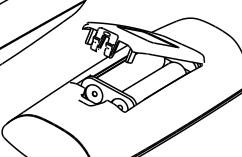

fig. 2
**2.0 Alimentazione** - I telecomandi SKIPPER 7 e SKIPPER 7 LUX (fig. 1) funzionano con due pile alcaline da 1,5 V formato LR03 (AAA) (fig. 2). Durante la trasmissione il display si accende fisso se le pile sono caricate, lampeggiando quando si stanno scaricando. Per la sostituzione usare solo pile analoghe a quelle indicate.
**2.0 Batteries** - Les émetteurs SKIPPER 7 et SKIPPER 7 LUX (fig. 1) fonctionnent avec 2 batteries alcalines de 1,5 V type LR03 (AAA) (fig. 2). Pendant la transmission l'écran s'allume fixe si la batterie est chargée ou clignote plus ou moins intensément lorsque la batterie se décharge. Le changement des batteries déchargées s'effectue seulement avec des batteries analogues à celles indiquées.
**2.0 Baterías** - Los emisores SKIPPER 7 y SKIPPER 7 LUX (fig. 1) funcionan con dos pilas alcalinas de 1,5 V tipo LR03 (AAA) (fig. 2). Durante la transmisión el display tiene una luz fija si la pila está cargada e intermitente cuando la pila se está agotando. Para la sustitución de la misma utilizar solamente pilas análogas a las indicadas.